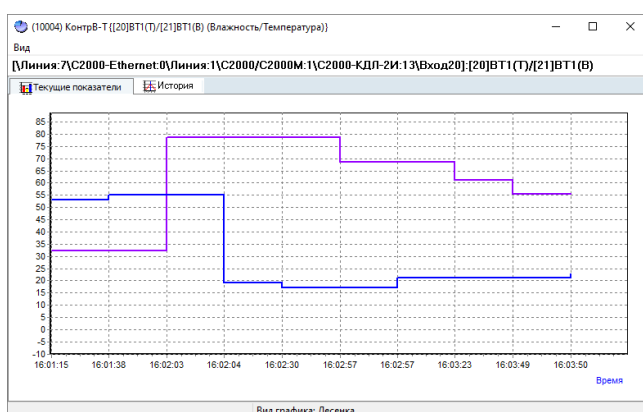

Рисунок 12-64 Вид графика "Лесенка"
- **Лесенка** – ступенчатый график (см. Рисунок 12-64),